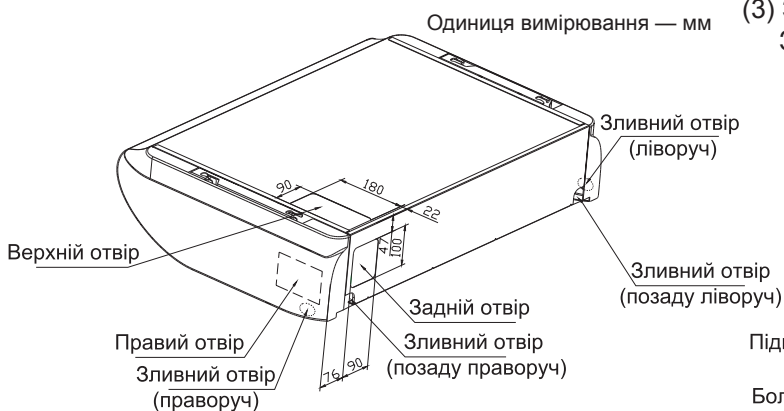

Рис. 3.3.3
- ✳ Труби можна виводити в трьох напрямках (ззаду, праворуч або зверху) (див. рис. 3.3.3).